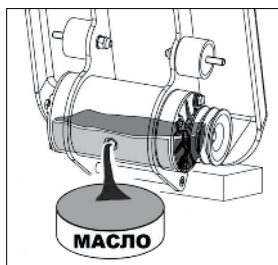

Рис. 24
1. Очистить зону вокруг пробки отверстия для слива масла и открутить пробку отверстия для слива/заправки масла (рис. 24).
2. Наклонить рабочую плиту (совместно с помощником, так как плита слишком тяжелая для одного человека) в сторону вибратора и слить масло в подготовленную для этого емкость (рис. 24).